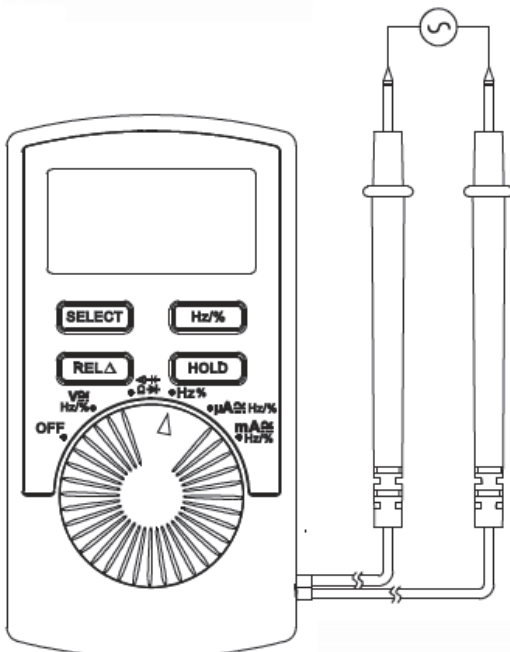

Рисунок 4
**5.4. Измерение частоты и коэффициента заполнения** (см. рисунок 4)